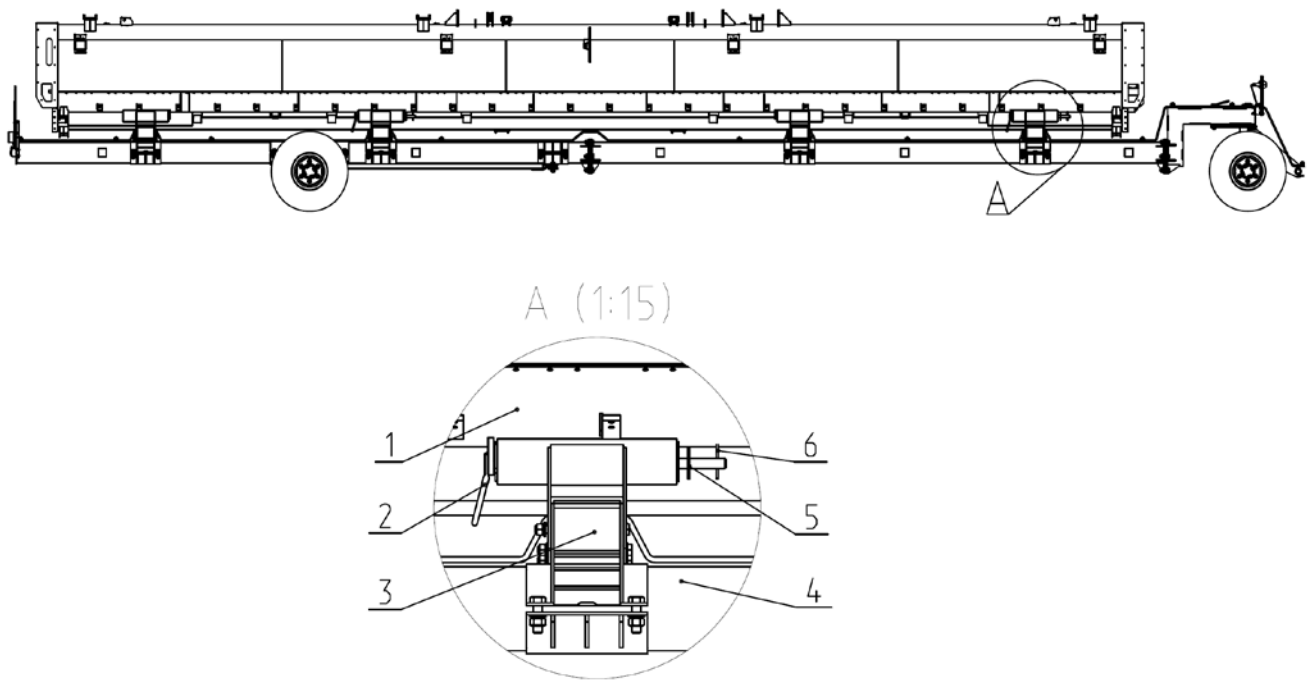

Рис.12 Установка жатки на приспособление.
- опустите жатку на передвигные опоры 3 и зафиксировать пальцем 2, шайбой 5 и шплинтом 6 (см. рис.12) .